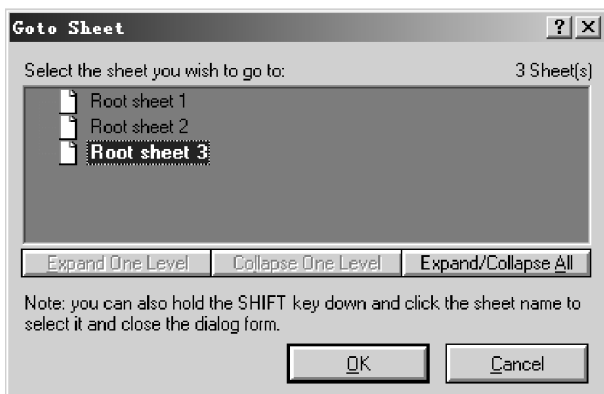

图 4.20 切换到指定图纸
- **Goto Sheet**: 切换到指定的图纸，此时会弹出如图 4.20 的对话框以供用户指定需要切换到的图纸。